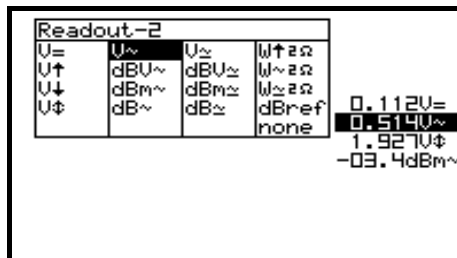

Fig 18
4. Use las teclas en forma de flecha para seleccionar la función deseada para la lectura de medida 2. (**fig. 18**)